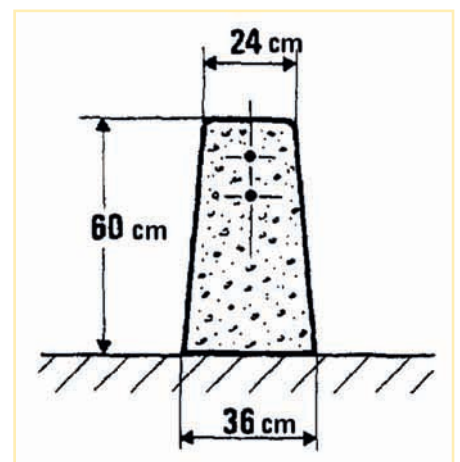
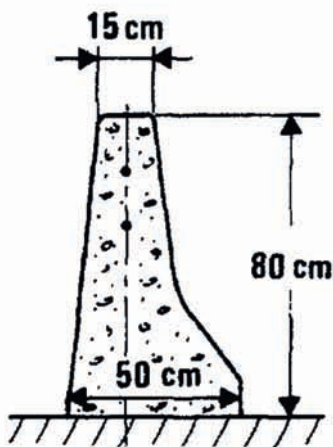
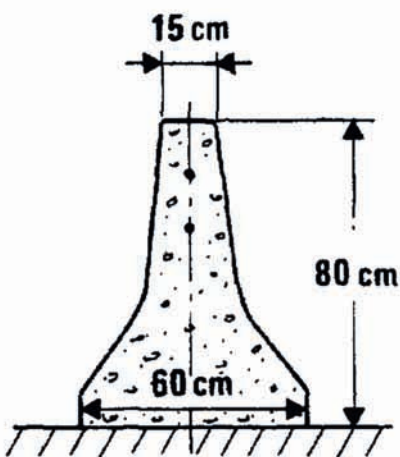

Figure 1
Figure 2
Figure 3
- les ouvrages, qui sont des dispositifs construits en place. Ces derniers comprennent, par exemple, les barrières en béton coulé en place : le muret pour véhicules légers, MVL, (figure 1), le séparateur GBA - ou glissière en béton adhérent (figure 2) - , le séparateur DBA - ou double barrière adhérente (figure 3) ou bien encore la barrière normale BN1 pour ouvrages d'art.